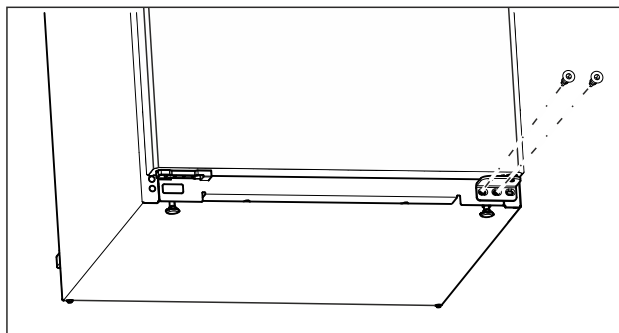

Fig. 15
- ▶ Csavarja ki az alsó csapágybakon a középső csavart Torx 20 csavarhúzóval. (lásd Fig. 15)
- ▶ Csavarja ki az alsó csapágybakon a belső csavart Torx 20 csavarhúzóval. (lásd Fig. 15)